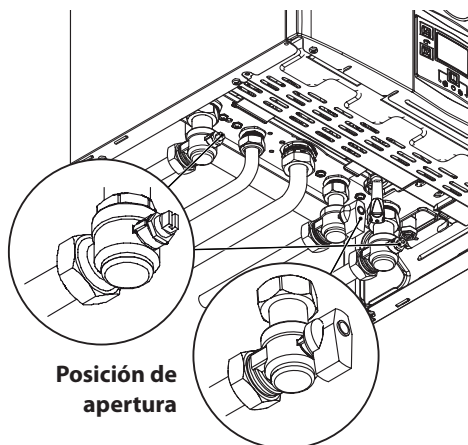

Figura 6.1
- Abra la llave del contador de gas y la de la caldera en la Figura 6.1.